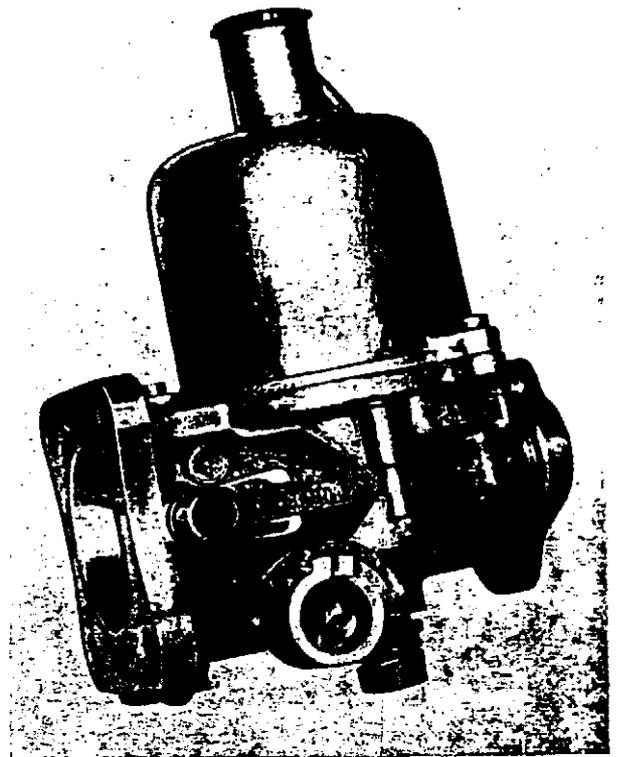

Abb. 111 Lage der Mitnehmergabel
7. Mitnehmergabel gemäß Abb. 111 aufsetzen (Drosselklappe ganz geschlossen, Drehzahl-schraube ganz herausgeschraubt). Beachten, daß ein Spiel von 1,5 mm zwischen Mitnehmergabel und Drosselgehäuse erhalten wird. Mitnehmer in die auf Abb. 111 gezeigte Lage bringen und mit einem Bohrer, 3,0 mm, ein Loch für den Sicherungsstift durch die Drosselklappenwelle ausbohren. (Das Loch ist im rechten Winkel zur Vergaser-Längsachse, wenn die Drosselklappe geschlossen ist, auszubohren.) Späne entfernen, Mitnehmergabel und Sicherungsstift einbauen.